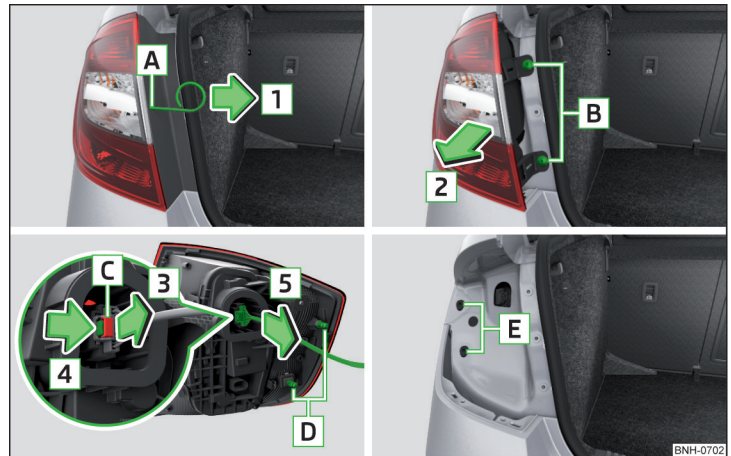

Abb. 271 Leuchte ausbauen / Stecker abziehen
- › In die Öffnung **A** » Abb. 271 den Bügel zum Abziehen der Radvollblenden einführen.
- › Die Leuchte mit den Zapfen **D** in die Aufnahmen **E** in der Karosserie einsetzen » Abb. 271.